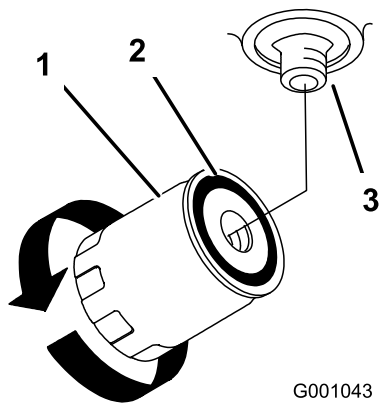

Figura 73
7. Aplique una capa fina a la junta de goma del filtro nuevo (Figura 73).
9. Llene el depósito de aceite hidráulico con aceite hidráulico hasta que éste rebose por encima del filtro, gire el filtro en el sentido de las agujas del reloj hasta que la junta de goma entre en contacto con el adaptador del filtro, luego apriete el filtro media vuelta más (Figura 73).